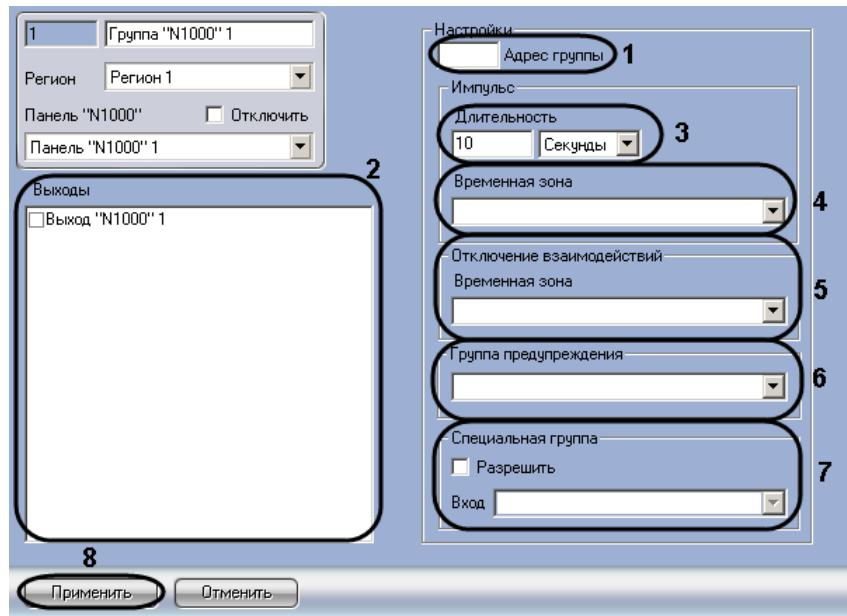

Рис. 3.5—8 Панель настроек объекта Группа “N1000”
2. Ввести адрес группы выходов в соответствующем поле (см. Рис. 3.5—8, 1).
3. Установить флагки напротив тех выходов, которые необходимо включить в группу (см. Рис. 3.5—8, 2).